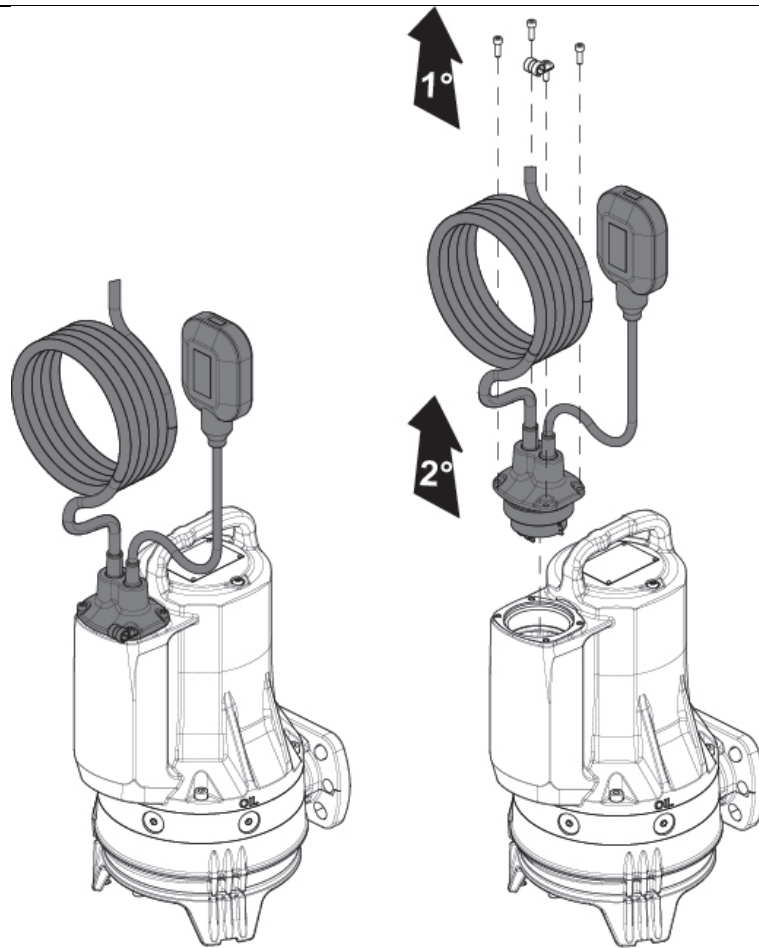

Fig.13
- Remplacement flotteur (Fig.13)